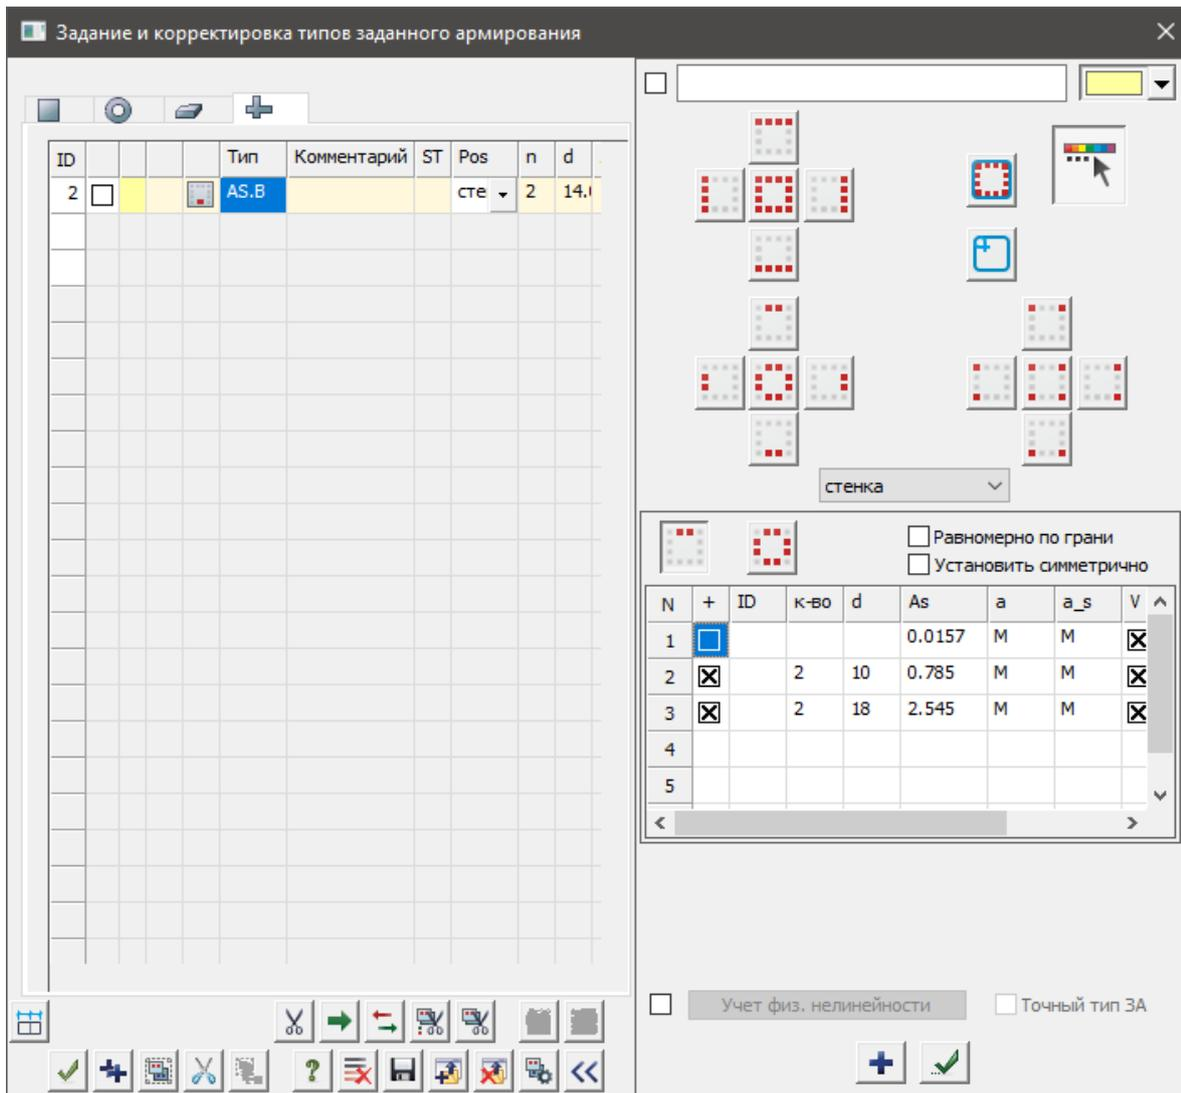

Рис. 16.19. Диалоговое окно Задание и корректировка типов заданного армирования.
- ❑ В таблице нужно одним щелчком снять крестик у первой строчки (Рис. 16.19);